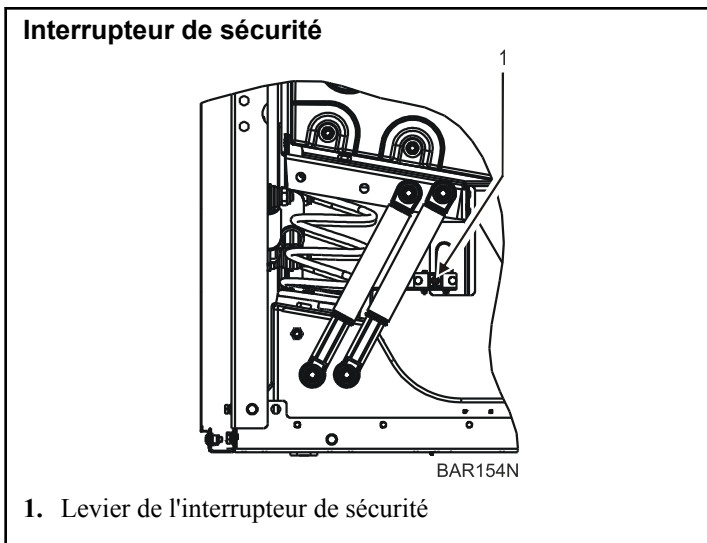

Figure 52
- La dimension X désigne la distance qui sépare le bord inférieur de l'ergot et le levier de l'interrupteur de sécurité. Voir Figure 52 .